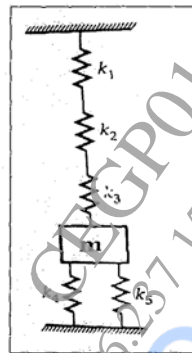

Fig. 1a)
- Q1) a) For the spring mass system shown in Fig. 1a),